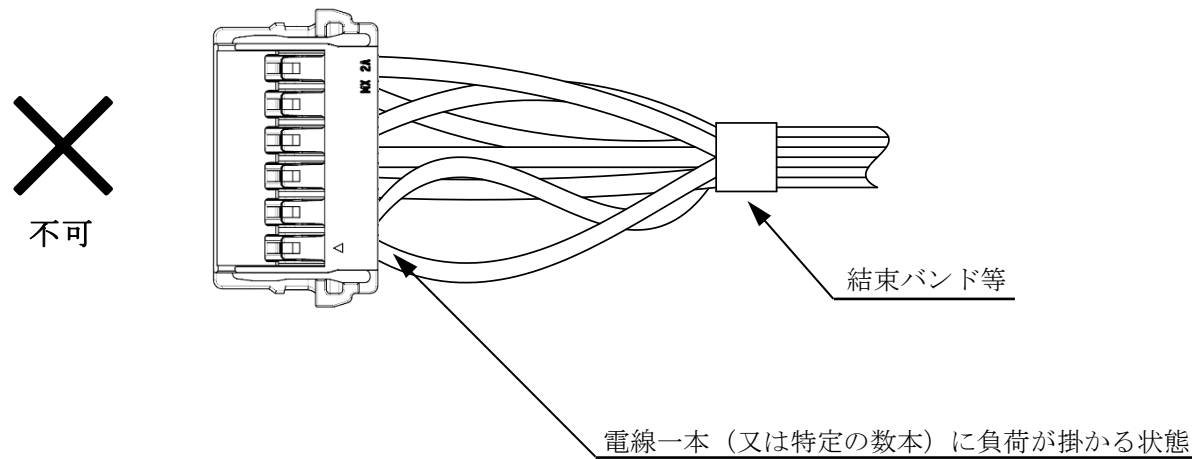

Fig.7-2 不適切なハーネス結束状態
- ② ハーネス品で、電線一本(又は特定の数本)に力が加わらない様にしてください。(Fig.7-2)